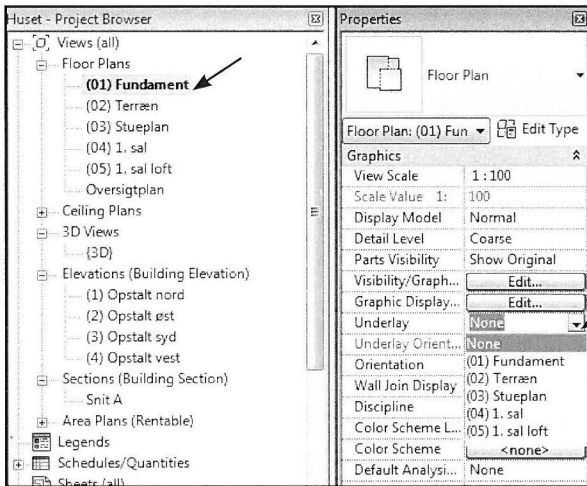

Fig. 14.43. Gå til (01) Fundament i Project Browseren.
- Gå til (01) Fundament i *Project Browseren* (Fig. 14.43).
- Sæt *Underlay* til *None*, når intet i tegningen er markeret (Fig. 14.43).